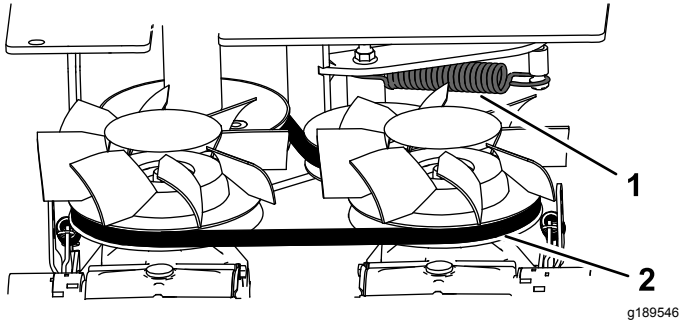

Figura 37
- Inspeccione la correa (Figura 37). Cambie la correa si está desgastada; consulte Sustitución de la correa de transmisión (página 31).
- Perno trasero (2)
- Perno lateral (4)
- Retire el muelle de extensión (Figura 37).
11. Instale el muelle de extensión (Figura 37).